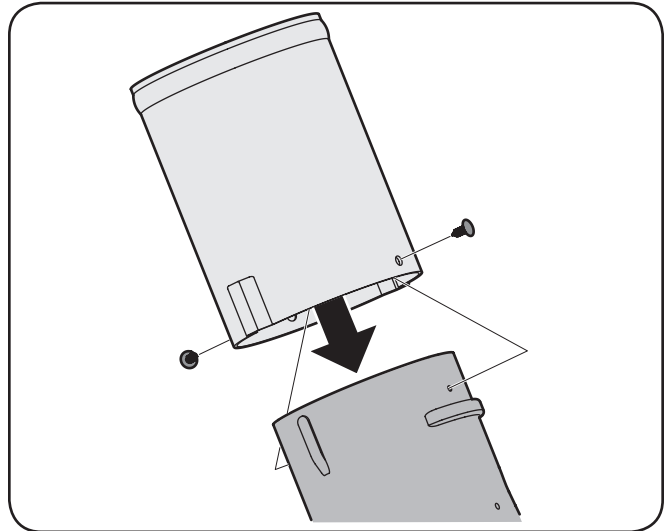

Figure 4-24
- Installez l'adaptateur de la goulotte de descente sur le coude de la goulotte de descente en alignant les languettes et en glissant l'adaptateur sur le coude de la goulotte de descente, comme illustrée à la Figure 4-24. Fixez l'adaptateur de la goulotte de descente en installant les deux agrafes de cliquet incluses dans le jeu de montage dans les trous fournis.